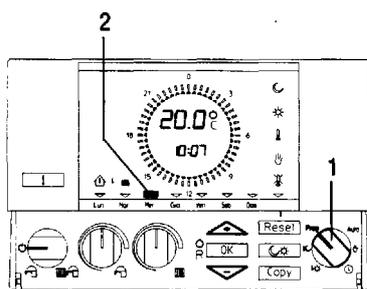

Fig. 21
1. Установить ручку в положение «Prog» (рис. 21 поз. 1)
2. Нажимайте кнопки   или  для установки мигающего индикатора «▼» (рис. 21 поз. 2) на тот день недели, который необходимо запрограммировать.